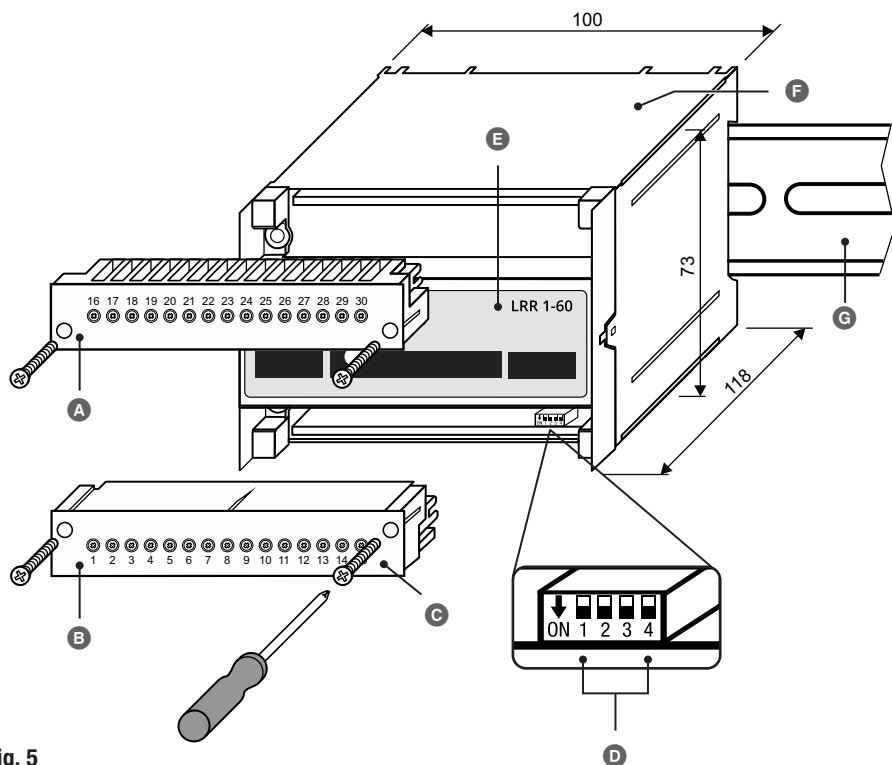

Fig. 5
Em caso de necessidade, a velocidade de transmissão e o grupo regulador do controlador de condutividade pode ser alterada a qualquer altura LRR 1-60 no interruptor de codificação  (ver **Fig. 5**).
2. Desaparafusar e retirar o bloco de terminais inferior, ver **Fig. 5**.
3. Efetuar os ajustes pretendidos no interruptor de codificação  (ver **Fig. 5**), ver página 23, **Fig. 8**.
Para a operação, tem de ser determinado no interruptor de codificação **Ⓢ** Fig. 5 o grupo regulador e a velocidade de transmissão para o controlador de condutividade. Da ligação dos diferentes elétrodo da condutividade e da parametrização correspondente na unidade de comando e visualização URB 60 resultam as funções do regulador pretendidas.